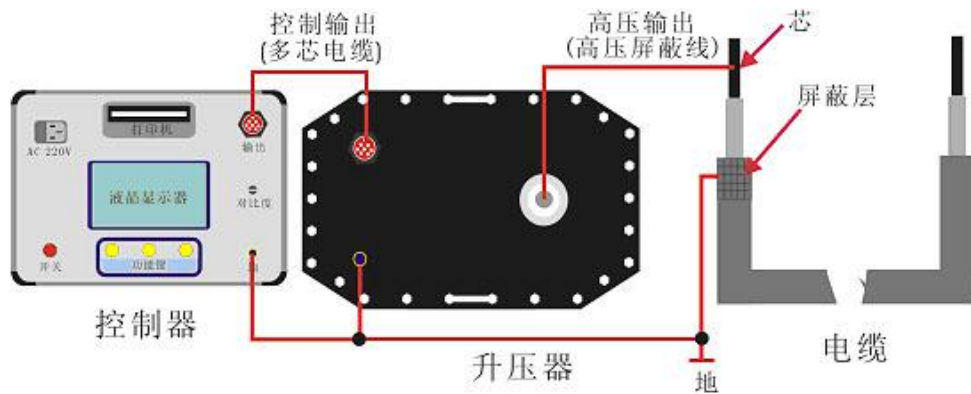

图 13 单相测量连线图
6、用随机附带的专用柔性连接电缆将试验设备与试品电缆按图 13 所示的方法相连接。合上电源，设定好试验频率、时间和电压以及高压侧的过流保护值、过压保护值，然后开始升压试验。升压过程应密切监视高压回路，监听试品电缆是否有异常响声。升至试验电压时，即开始记录试验时间并读取试验电压值。